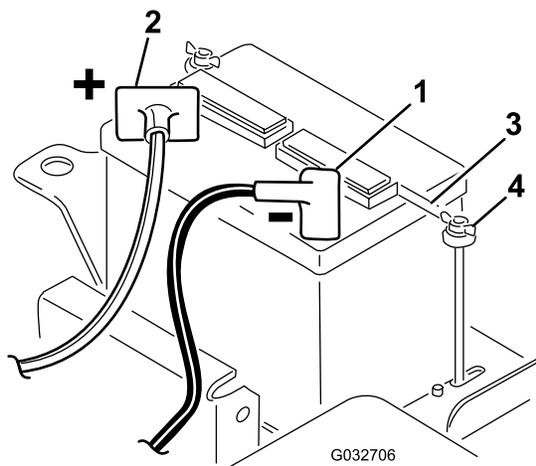

图5
2. 用电池正极接线红色连接启动马达线圈与电池的正极+图5。用托架螺栓和螺母进行固定。
5. 安装电池夹和垫圈用蝶形螺帽进行固定图5。